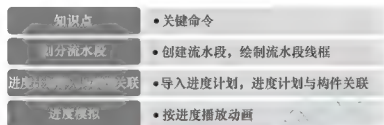

图 5.30 知识体系
(1) 对照图 5.30, 梳理自己所掌握的知识体系, 并与同学相互交流, 研讨个人对某些知识点或技能技巧的理解。